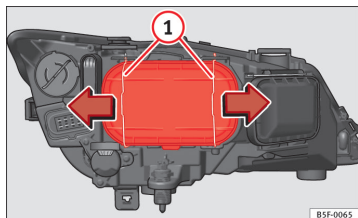

Fig. 133 Feux de croisement
- Déplacez les tirants ⇒ fig. 133 ① dans le sens de la flèche puis retirez le cache.